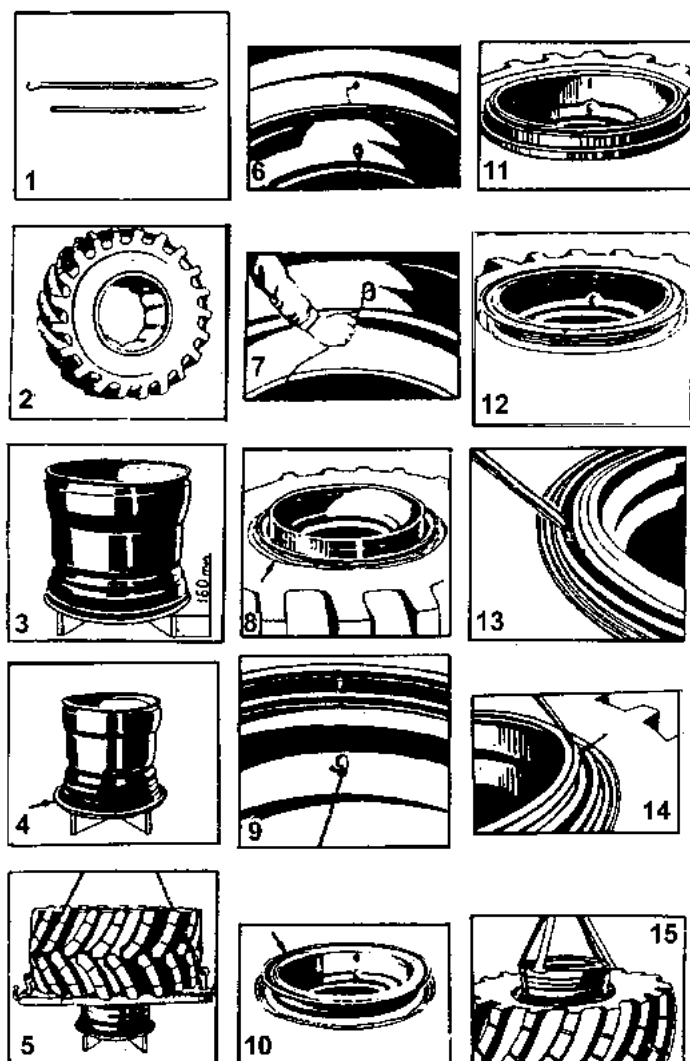

Рис. 70. Монтаж-демонтаж шины
2. Операции монтажа-демонтажа выполняются с помощью двух монтажных лопаток, прикладываемых в ЗИП (рис. 70, поз.1).
3. Подъем шины и колеса при монтаже-демонтаже осуществляется лицом, допущенным к управлению грузоподъемным механизмом с помощью грузозахватных приспособлений (типа показанных на рис. 70, поз.5).
Последовательность операций по монтажу-демонтажу шины производите в соответствии с рис. 70 поз.1...15.
1. Внутреннюю поверхность покрышки посыпьте тальком, вложите в покрышку камеру и подуйте ее настолько, чтобы она приняла естественную (рабочую) форму (рис. 70, поз.2), при этом необходимо учитывать направленность рисунка и место установки колеса на ступице, чтобы обеспечить совпадение указателей направления вращения шин (стрелки на боковинах покрышек) с направлением вращения колес при движении трактора вперед.
2. Установите обод на крестовину (рис. 70, поз.3) и наденьте на него бортовое кольцо (рис. 70, поз.4), при этом бортовое кольцо наружными кромками не должно упираться в крестовину.
3. Наденьте шину на обод (рис. 70, поз.5), при этом целесообразно введение вентиля камеры в вентиляное отверстие обода производить с помощью проволоки или тросика, предварительно закрепленных на вентиле (рис. 70, поз.6, 7).
4. Установите второе бортовое кольцо (рис. 70, поз.8).
на ободе (рис. 70, поз.9), наденьте посадочное съемное кольцо на обод (рис. 70, поз.10).
6. Установите замочное кольцо на обод (рис. 70, поз.11).
7. Во избежание самодемонтажа перед накачиванием необходимо бортовым кольцом надежно замкнуть посадочное съемное кольцо и замочное кольцо на ободе, при этом стыки разрезных частей колец должны быть в диаметрально противоположном положении (рис. 70, поз.12). Соблюдая меры предосторожности, накачайте шину до давления не более 0,05-0,06 МПа (0,5-0,6 кгс/см²) и убедитесь в том, что шина по всей длине окружности зашла за посадочное съемное кольцо. Если борт шины в некоторых местах уперся в торец посадочного съемного кольца, необходимо заправить кольцо под борт монтажной лопаткой.
2. Осадите борт шины с посадочной полки путем введения крючкообразного конца одной монтажной лопатки и плоского конца другой между бортовым и посадочно-съёмным кольцами и отжатыя противоположных концов лопаток вниз. Осаживание производится обходом по кругу, начиная с места расположения демонтажного паза на посадочном съёмном кольце (рис. 70, поз.13).
3. Постукиванием по буртику посадочного съёмного колеса осадите последнее с буртика замочного кольца, затем введите плоский конец одной из монтажных лопаток в демонтажный паз замочного кольца и, отжимая противоположный конец лопатки к центру колеса, выведите конец замочного кольца из зацепления с ободом (рис. 70, поз.14).
9. Извлеките обод из шины (рис. 70, поз.15).